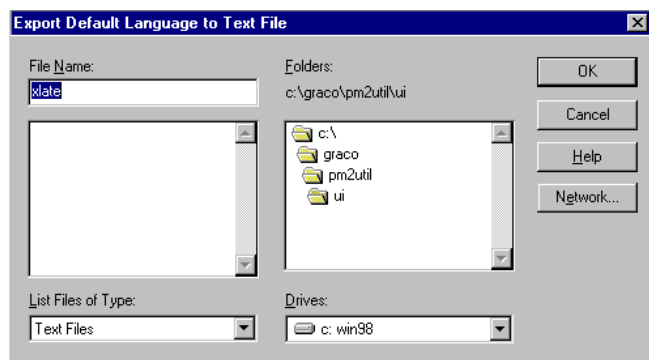

Fig. 13.53
- Dé un nombre al archivo y pulse aceptar para crear el archivo de texto. Vea la Fig. 13.53.